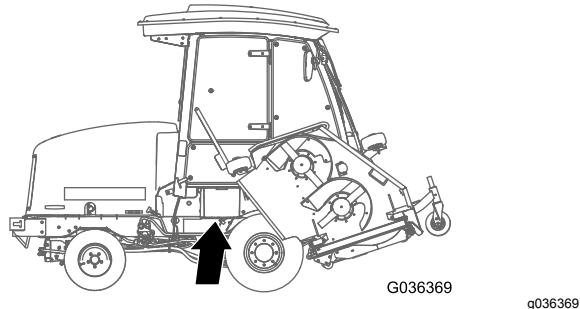

Figura 81
1. Abra a cobertura da bateria no lado do resguardo (Figura 81).
**Nota:** Pressione a superfície plana por cima da cobertura da bateria para facilitar a remoção da cobertura (Figura 81).